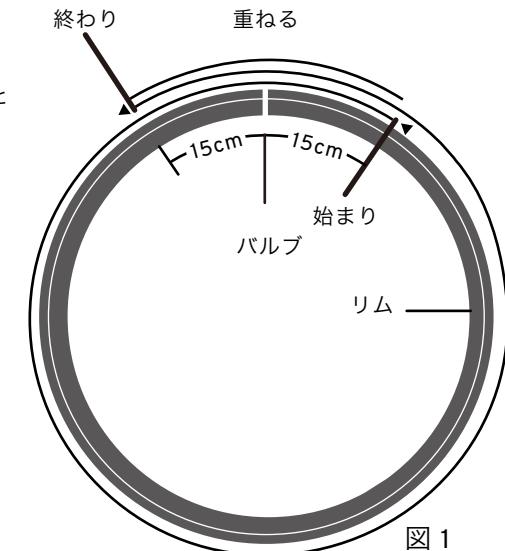

図 1
2. チューブレスステープを取り付けるときは、テープがリムベットの中心に張られ、リムの全幅を十分にカバーしていることを確認してください、また、テープがバルブ穴の両側で 15cm 重なるようにします (図 1)。